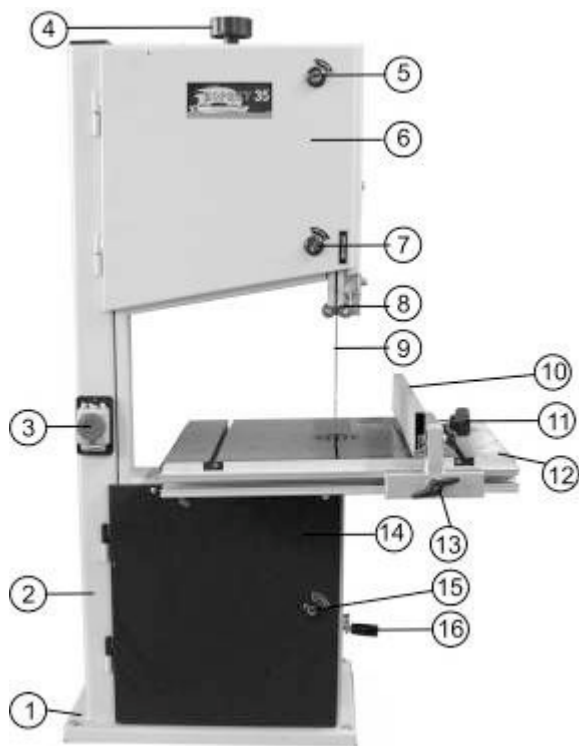

Рис. 2
8.1.2. При установке пилы на верстаке (для обеспечения устойчивости) пила должна быть надежно прикреплена к верстаку через специальные отверстия в нижней части основания (1), Рис.2. Для этой цели необходимо установить болтовые соединения. Обязательно используйте при креплении плоскую и пружинную шайбы на каждый болт (не комплектуется).
- Переносите пилу при помощи подъемных механизмов и приспособлений, учитывая массу пилы (см. Табл.1) и только за основание (1), Рис.2.
10.3. Установка маховика натяжения пильной ленты (Рис.2)
10.3.1. Маховик (4), входящий в комплектность пилы Рис.1, установите, как показано на Рис.2.
10.4. Установка ручки маховика натяжения ремня (Рис.2)
10.4.1. Ручку (Ж), Рис.1, установите в маховик (16), как показано на Рис.2.
11.1.1. В связи с выполнением ряда работ есть периодическая необходимость установки рабочего стола (12) под прямым углом к пильной ленте (9), Рис.2. На данной пиле предусмотрено такое фиксированное положение.